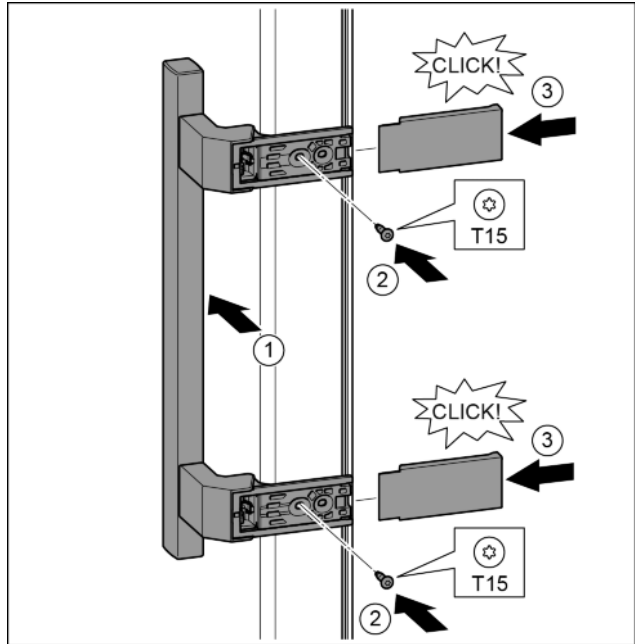

Fig. 19
- ▶ A fogantyút az ellenkező oldalon helyezze fel. Fig. 19 (1)
- ▶ Húzza meg a csavarokat a T15 csavarhúzóval. Fig. 19 (2)
- ▶ A fedelet helyezze fel oldalra és tolja fel. Fig. 19 (3)